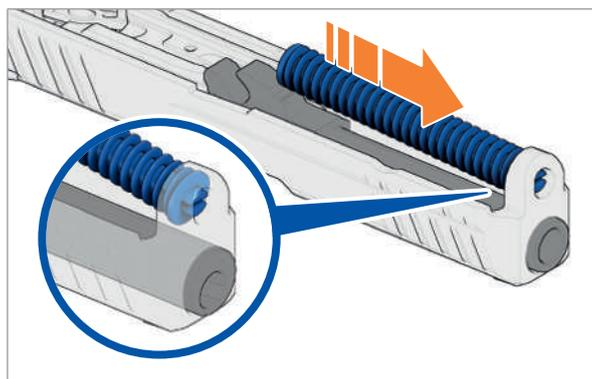

Abb. 67: Schließfeder einsetzen
3. Schließfeder in den Verschluss einsetzen (Abb. 67).